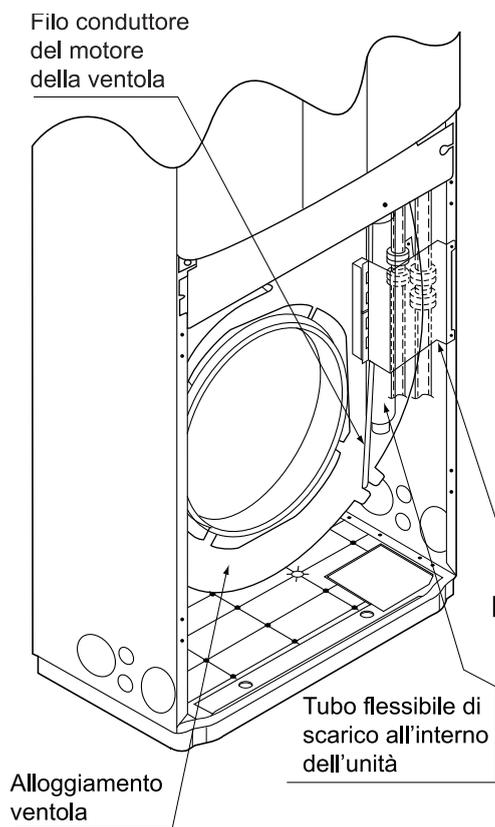

Fig. 12
- Rimuovere il gancio di ritenuta del tubo. **(Fare riferimento alla Fig. 12)**
- Dopo aver completato la posa in opera delle tubazioni del refrigerante e dei fili elettrici, sostenere la tubazione del refrigerante, il tubo di scarico dell'unità interna, i cavi di collegamento delle unità interne ed esterne e il cavo di terra con la piastra di fissaggio della tubazione (**Fare riferimento alla Fig. 12**). Durante questo lavoro, la tubazione del refrigerante che entra nell'unità interna potrebbe venire a contatto con la griglia di aspirazione. Pertanto, assicurarsi di non allungare la tubazione del refrigerante dalla relativa piastra di ritegno. (Per i collegamenti elettrici, vedere "8. RETE DEI COLLEGAMENTI ELETTRICI").